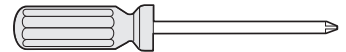

Fig. 9
- Destornillador Phillips y destornilladores de punta plana (Figs. 9 y 10).